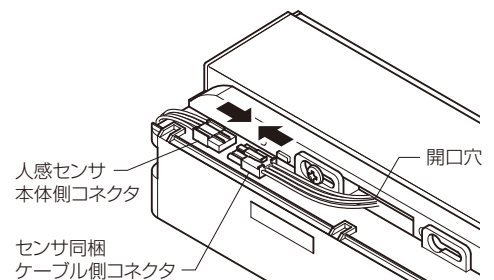

図6-4
- ②人感センサ本体側コネクタとセンサ同梱ケーブル側コネクタを「カチッ」と手応えがあるまで差込んで接続してください。(図6-4)
- ③コネクタによるケーブル接続を行った後に、ケーブルの余りは開口穴に押込んでください。